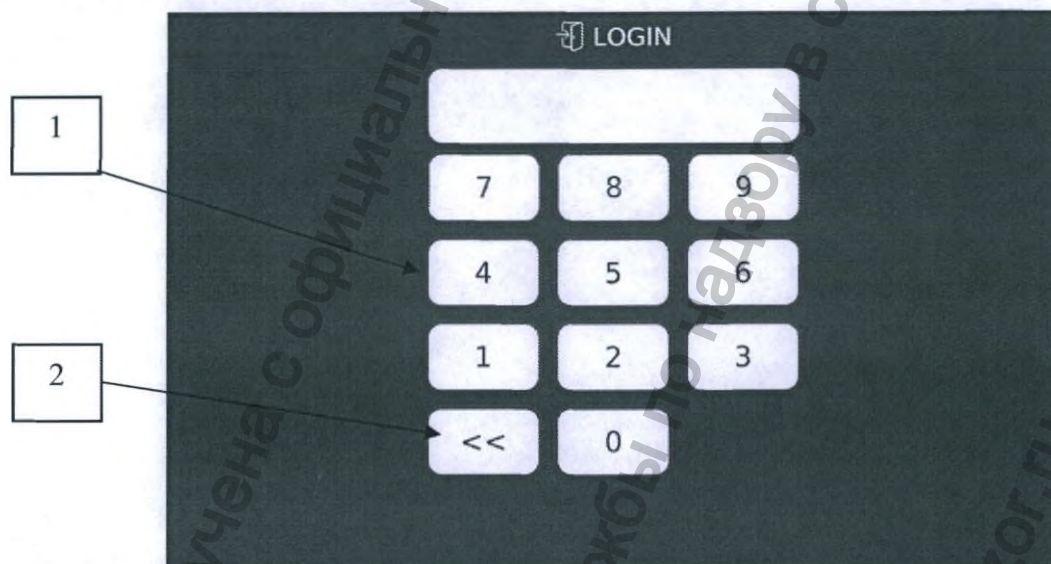

Рисунок 13. Экран ввода пароля
Для начала работы с Аппаратом введите пароль с помощью изображенной клавиатуры (1): 1234 на рис. 13.